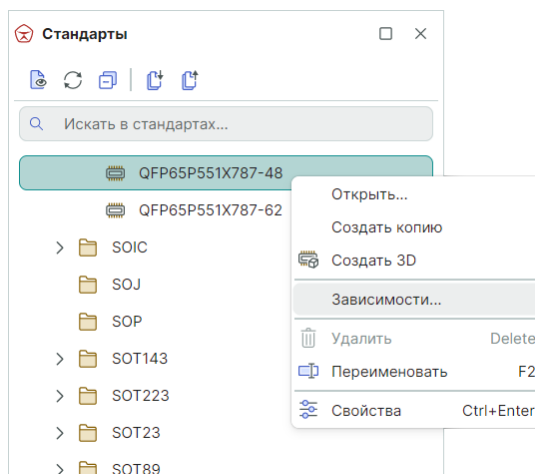

Рис. 116 Просмотр зависимостей выбранного корпуса
2. Вызовите контекстное меню и выберите пункт «Зависимости...», см. Рис. 116.